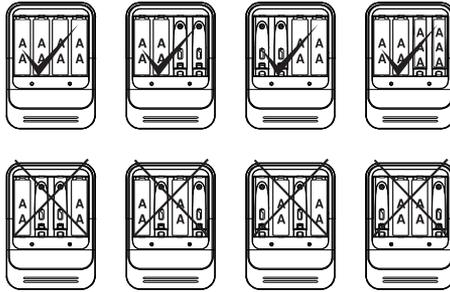

Fig.1
1. GP PowerBank can charge 2 or 4 pcs AA/AAA NiMH rechargeable batteries in pair. Never charge AA and AAA NiMH batteries in the same channel. (Fig.1)
1. W ładowarce GP PowerBank można ładować 2 lub 4 akumulatory NiMH w rozmiarze AA lub AAA (wyłącznie parami). Nie można ładować jednocześnie akumulatorów AA i AAA w jednym kanale ładowania, (Fig. 1).